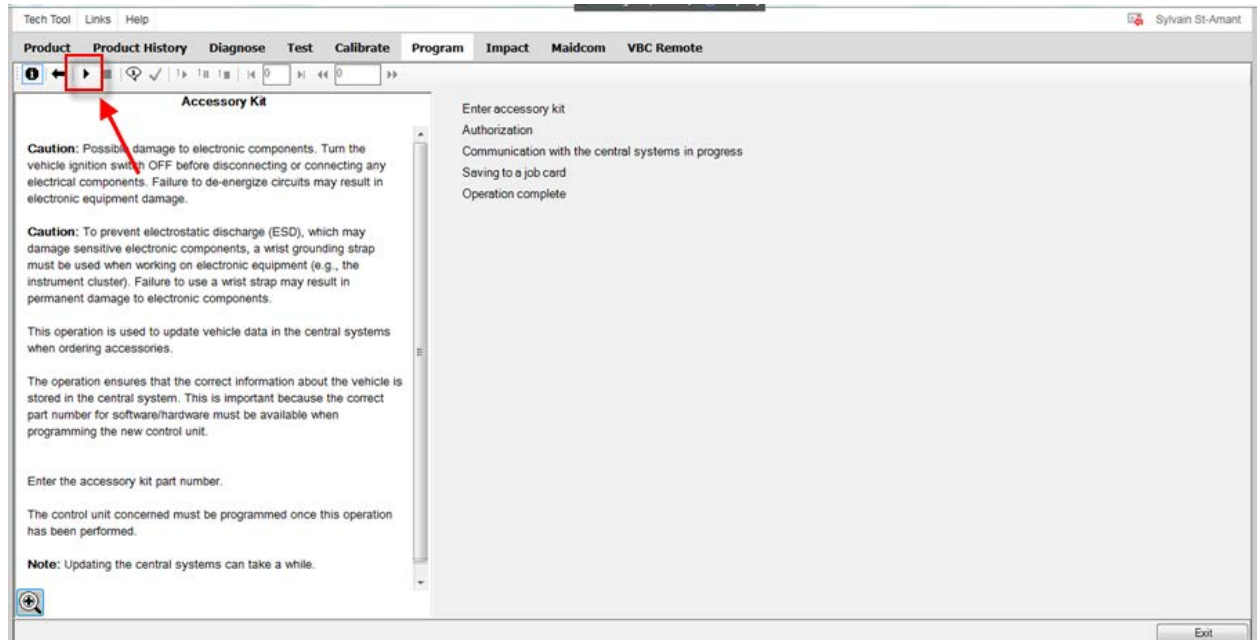

FIGURE 16
4. Cliquez sur ► (play) (FIGURE 16).